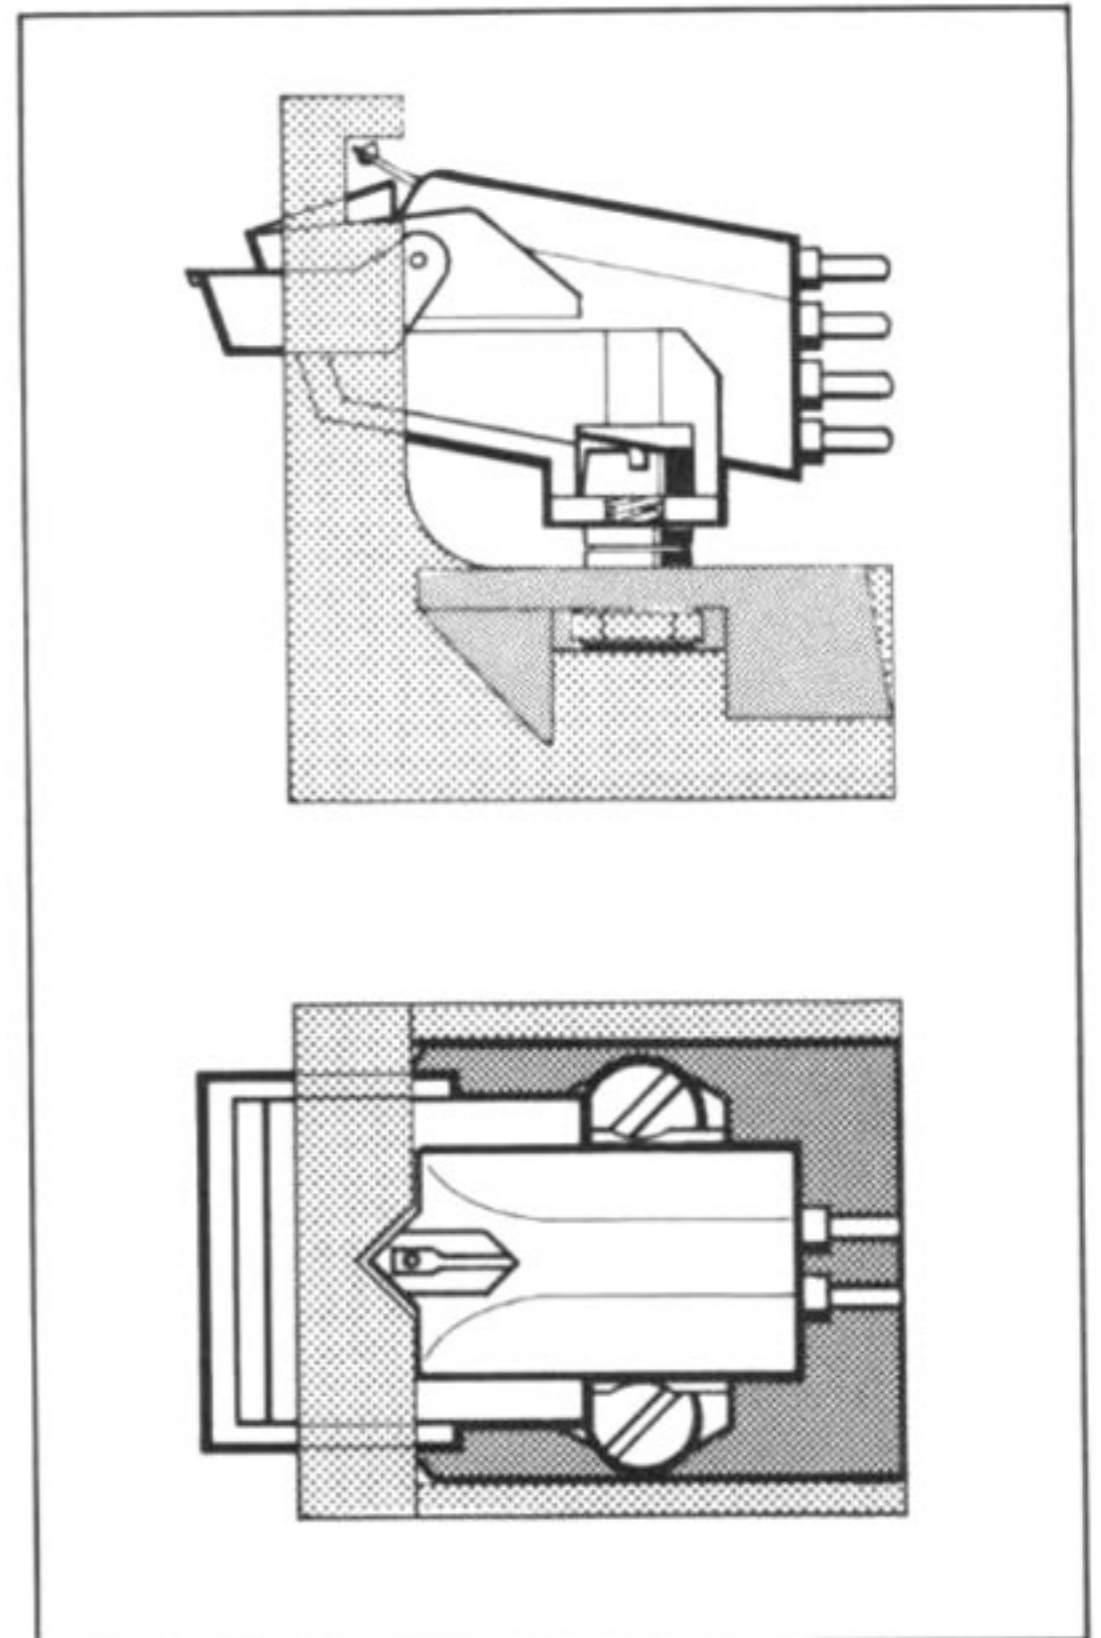

Fig. 9
- 3) Befestigen Sie das 1/2 inch-Tonabnehmersystem unter Zuhilfenahme der Systemeinbaulehre und Verwendung des dem Tonabnehmersystem beigelegten Zubehörs auf der Halteplatte. Die Montage ist korrekt, wenn die Abtastnadelspitze – von oben betrachtet – in der V-förmigen Aussparung der Systemeinbaulehre steht. Von der Seite betrachtet, muß die Nadel im Bereich der rechteckigen Aussparung stehen (Fig. 9).